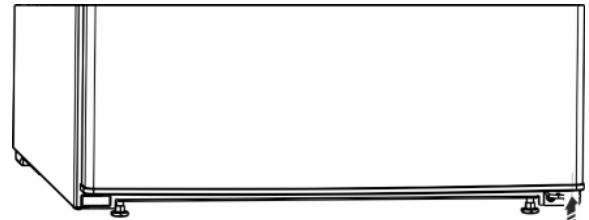

Fig. 6
- Replacer la butée Fig. 6 (13) en bas à droite sur la porte car elle joue un rôle important pour la stabilité de l'appareil.